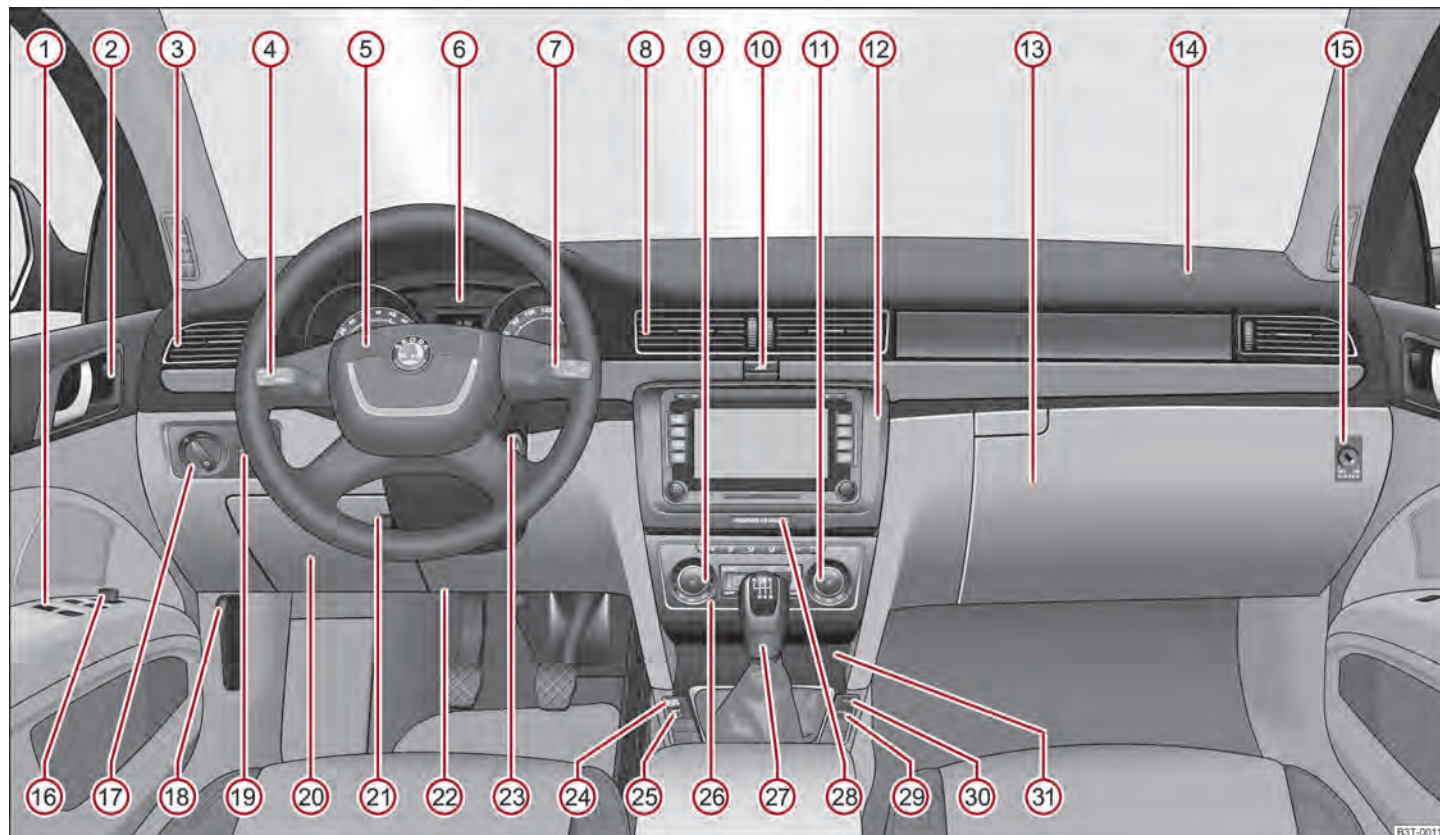

Fig. 1 Puesto de conducción
- En los vehículos con dirección a la derecha, la disposición de los elementos de mando se diferencia en parte de la disposición mostrada => fig. 1. Sin embargo, los símbolos corresponden a cada uno de los elementos de manejo.